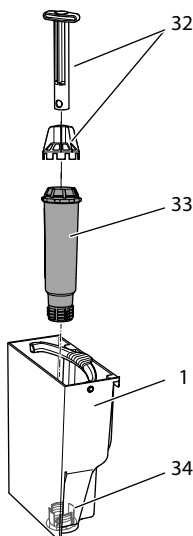

Fig. 19: Iskruning/udskruning af vandfilter
- Fjern vandfilteret (se Fig. 19 på side 196).
9. Sæt et nyt filter ind i vandbeholderen (se *Fig. 19*).
3. Fjern vandbeholderen (se *Fig. 19*).